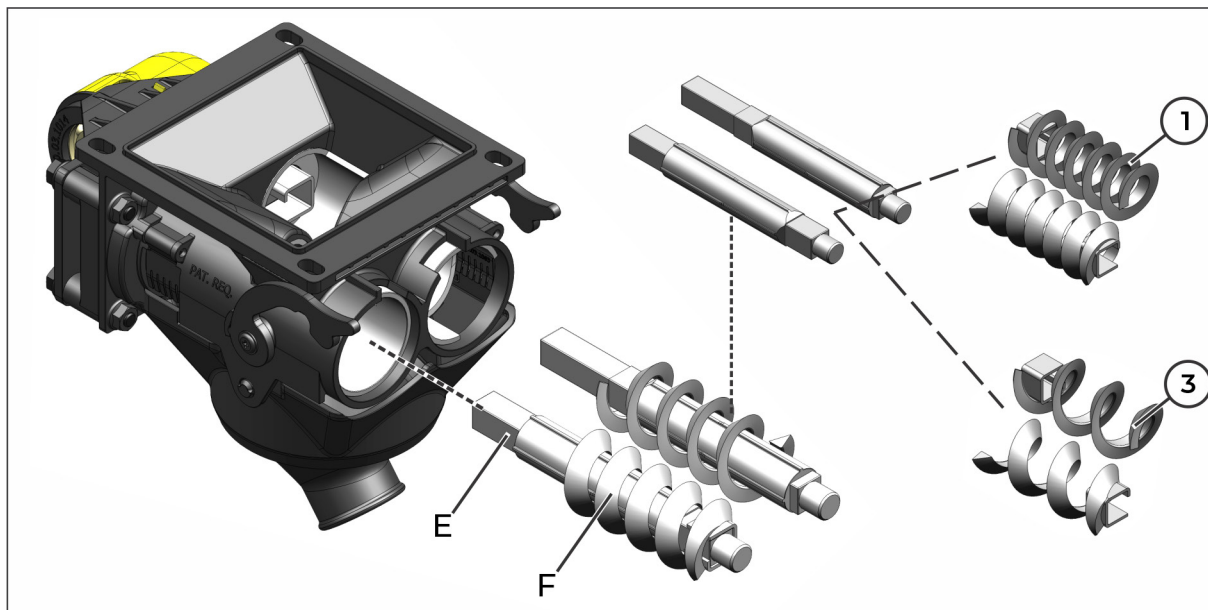

fig. 64
Retire el eje (E) (fig. 64) y el sinfín (F) (fig. 64) del dosificador.